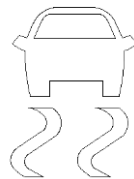

图 3.1.1.20
18) CNG 亮燃气报警灯 (选装, 见图 3.1.1.21)